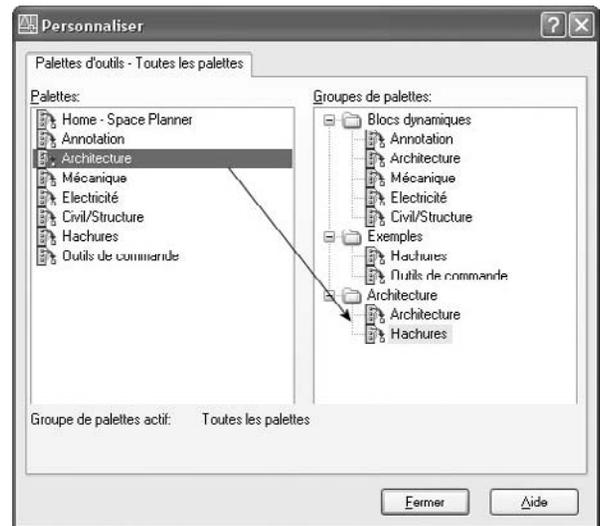

Fig.1.35
- 2 Dans l'onglet **Palettes d'outils** (Tool Palettes) de la boîte de dialogue **Personnaliser** (Customize), faites glisser une palette de la zone **Palettes d'outils** (Palettes) vers un groupe de la zone **Groupe de palettes** (Palette Groups) (fig.1.35).